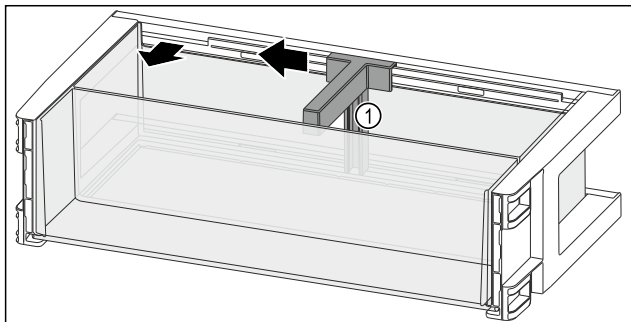

Fig. 90
- Пересуньте тримач пляшок Fig. 90 (1) убік до пазу.
- Вийміть тримач пляшок Fig. 90 (1).